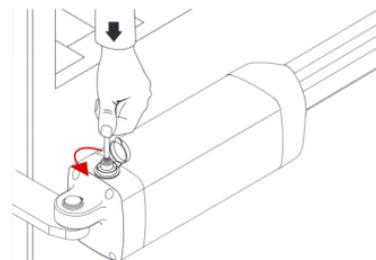

FIG. 2
- para restablecer el accionamiento motorizado, girar la llave en sentido contrario a las agujas del reloj (FIG 2)